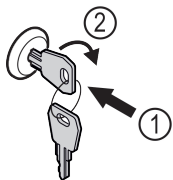

Fig. 122
- ▶ Vstavite ključ. Fig. 122 (1)
- ▶ Ključ obrnite v smeri urnih kazalcev za 90°. Fig. 122 (2)